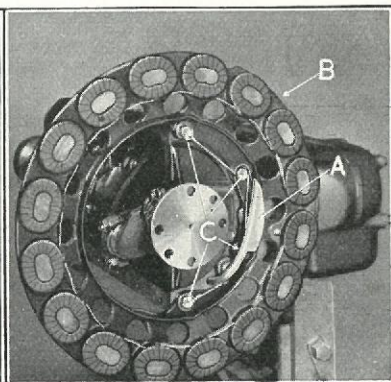

Fig. 136
- 206** Udtag Olierøret (Fig. 136-A) samt Magnetsystemet »B«, overklip Laasetraaden og udtag de fire Skruer »C«.